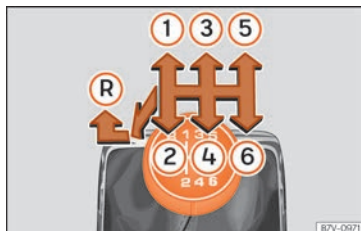

Fig. 237 Esquema de un cambio manual de 6 marchas.
En la palanca de cambios se indican las posiciones de las marchas **» fig. 237**.
- Con la palanca de cambios en punto muerto, presiónela hacia abajo, muévela a la izquierda hasta el final y después hacia delante para seleccionar la marcha atrás **» fig. 237 (R)**.